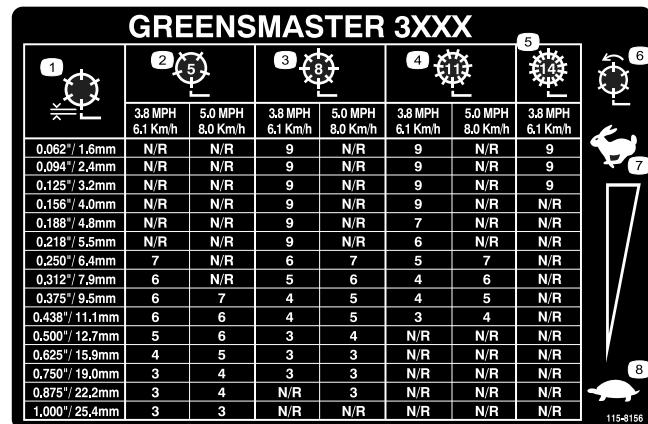

Figure 29
3. Déterminez le réglage de vitesse correct des cylindres en vous aidant du graphique approprié (voir Figure 29) pour les plateaux de coupe à 5, 8, 11 ou 14 lames.